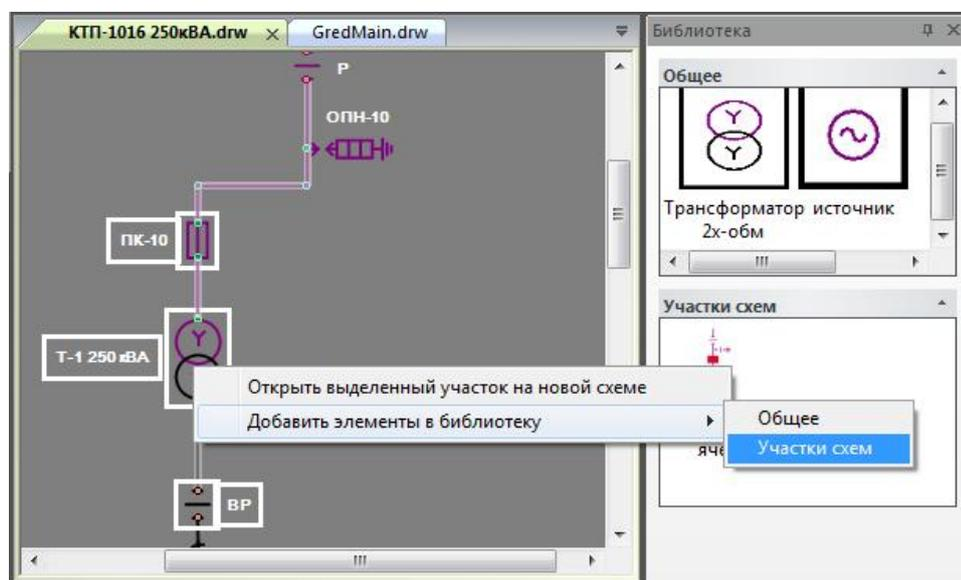

Рисунок 256 – Команда «Добавить элементы в библиотеку»
- выбрать команду «Добавить элементы в библиотеку» и раздел для сохранения шаблона (рисунок 256);